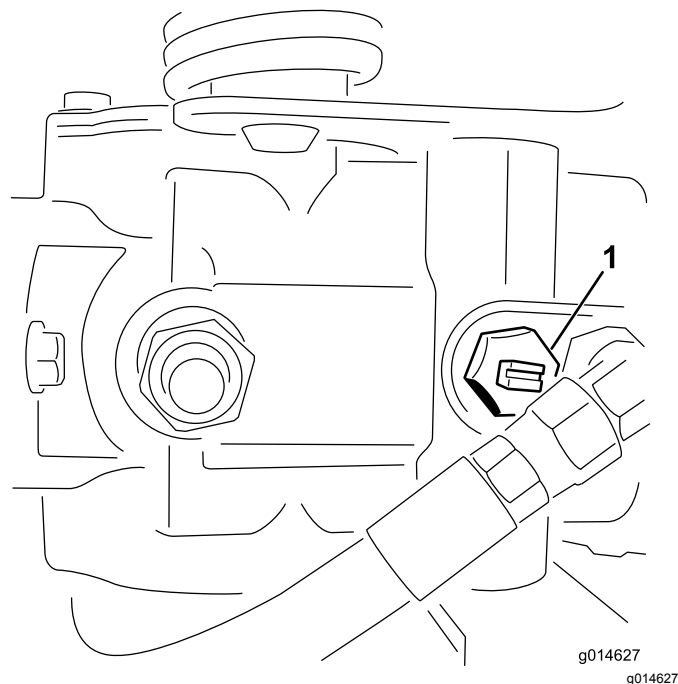

图 42
1. 找到并旋转泵上的旁通阀、使槽处于垂直位置 (图 42)。
2. 启动发动机之前、旋转旁通阀、使槽处于水平位置、这样就可以关闭旁通阀图 42。旁通阀打开时切勿启动发动机。